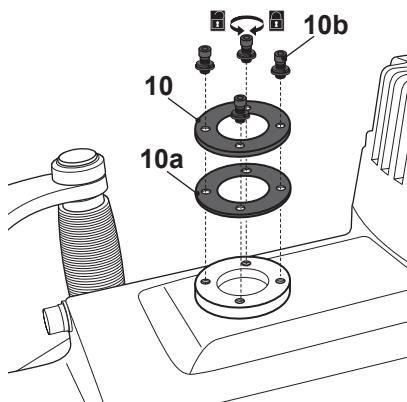

Fig. 6
- > Desfaceți șuruburile (10b) cu cheia hexagonală (15) și îndepărtați-le împreună cu capacul rezervorului de unsoare (10) și garnitura (10a) (Fig. 6).
- > Montați capacul rezervorului de unsoare (10) și garnitura (10a) la loc.